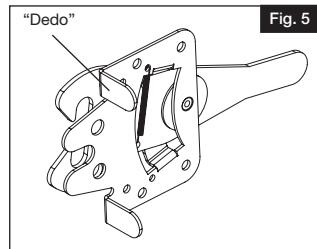

Fig. 5
- a. Colocar el cerrojo sobre una superficie plana, con los soportes de "dedo" orientados hacia la derecha, como se muestra (Fig. 5).